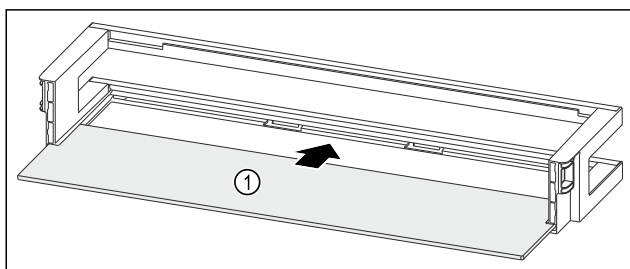

Fig. 148 Dveřní přihrádka s odkládací plochou
- ▶ Odkládací plochu Fig. 148 (1) zasuňte do bočních vybrání.